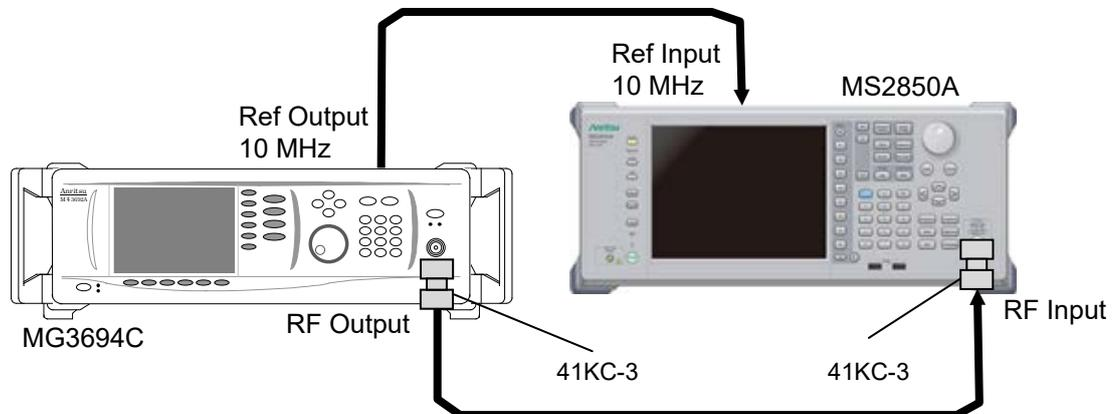

図 6.2.12-1 イメージレスポンス
4. 図 6.2.12-1 のように本器と試験用測定器を接続します。